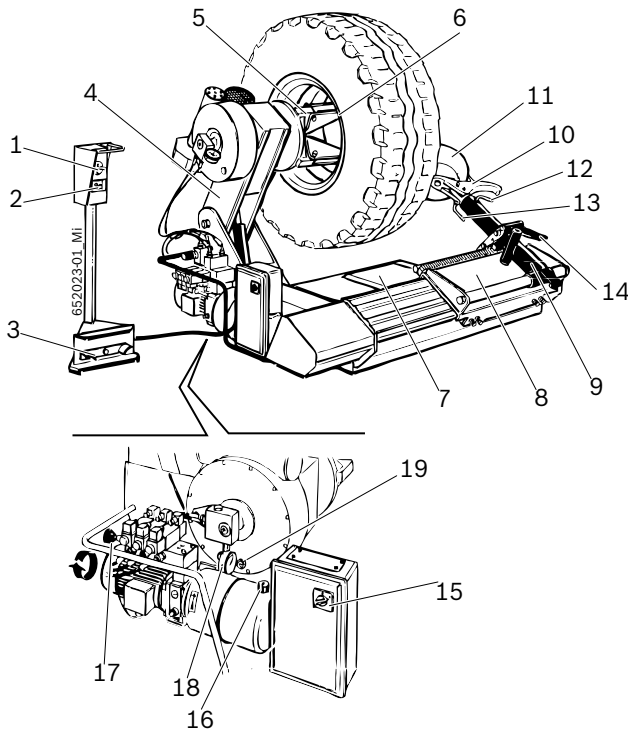

Fig. 1: UTM 826S
La brida de ajuste funciona a través de un circuito hidráulico de alta presión regulable de 20 a 130 bar rotando la manopla correspondiente (Fig. 1, pos. 17) y leyendo el valor en el manómetro (Fig. 1, pos. 18). La presión normal de ejercicio es de 130 bar. Con las llantas ligeras o particularmente delgadas es necesario disminuir dicha presión.
Para ruedas con diámetro inferior a 800 mm o superior a 1500 mm, se aconseja quitar la toma de la herramienta de montaje (Fig. 1, pos. 12) y ubicarla en el segundo agujero.